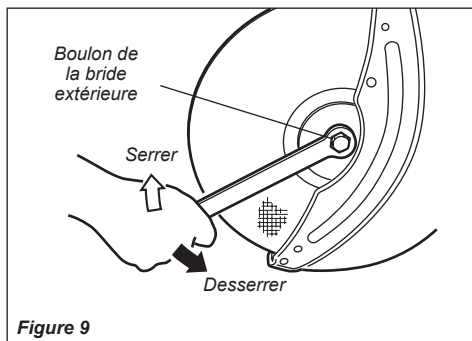

Figure 9
3. Insérer une clé hexagonale dans l'orifice du protecteur de courroie pour bloquer la rotation de l'arbre. Voir figure 9.
4. Desserrer le boulon à l'aide de la clé et retirer le boulon et la bride extérieure. Voir figure 9.